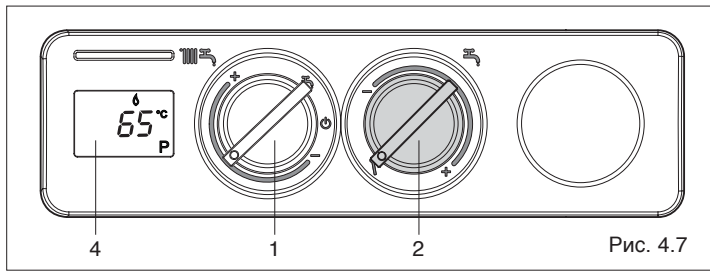

Рис. 4.7
- **Режим газоанализа:** при повороте ручки регулирования температуры горячей воды (2, Рис. 4.7) на символ $\bar{\lambda}$ активируется функция газоанализа, на дисплее (4, Рис. 4.7) загорится символ **P**. При повороте переключателя режимов работы (1, Рис. 4.7) на максимум (конец шкалы – символ +), горелка перейдёт на максимальную мощность, включится циркуляционный насос системы отопления, а котёл (если он был погашен) разожжётся и будет работать 10 минут. При работе котла в этом режиме остаются активными устройства защиты и, если максимальная температура будет достигнута прежде, чем истекут 10 минут, котёл начнёт плавно изменять мощность в сторону её понижения. При повороте переключателя режимов работы на минимум (конец шкалы – символ -), горелка перейдёт на минимальную мощность. По истечении заданного времени система выключится. Для того чтобы возобновить нормальную работу, или прервать данную функцию, снова установите ручку (2, Рис. 4.7) на нужное значение температуры.